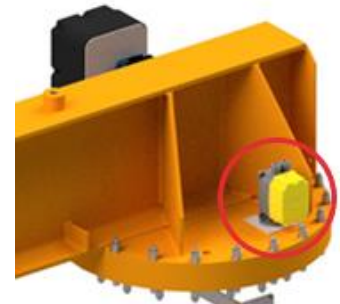

Abb. 41
5. Den Rotationsendschalter montieren (Abb. 41) (soweit vorgesehen).